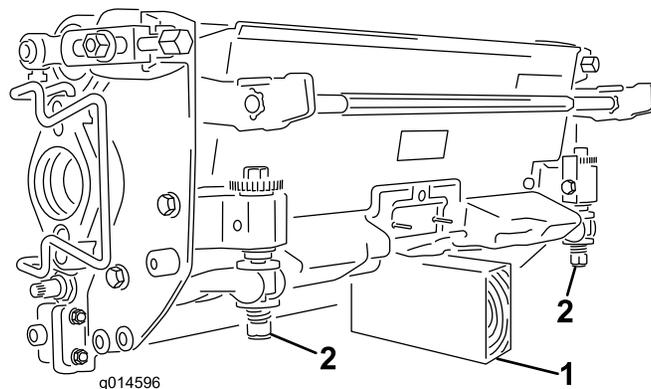

図10
**重要** カッティングユニットを傾けてベッドナイフとリールが見えるようにする際には、ベッドバー調整ネジが床や作業台に押し付けられることのないよう、カッティングユニット後部に支えを入れて浮かせてください図10。